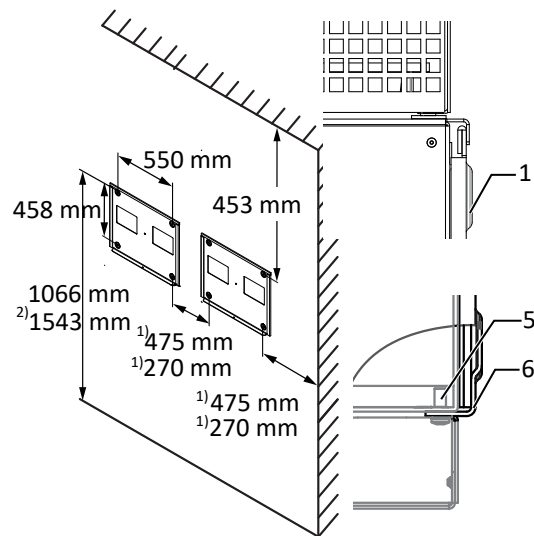

Abb. 17: Wandmontage
- Mindestabstände bei der Montage: [Siehe Abbildung 17 [► Seite 20]
2. Gerät über den Winkel zur Aufhängung in die obere Halterung einführen. Gerät vollständig auf den unteren Winkel aufsetzen, sodass Gerät bündig mit der Rückseite an der Halterung anliegt ([Siehe Abbildung 17 [▶ Seite 20]]).